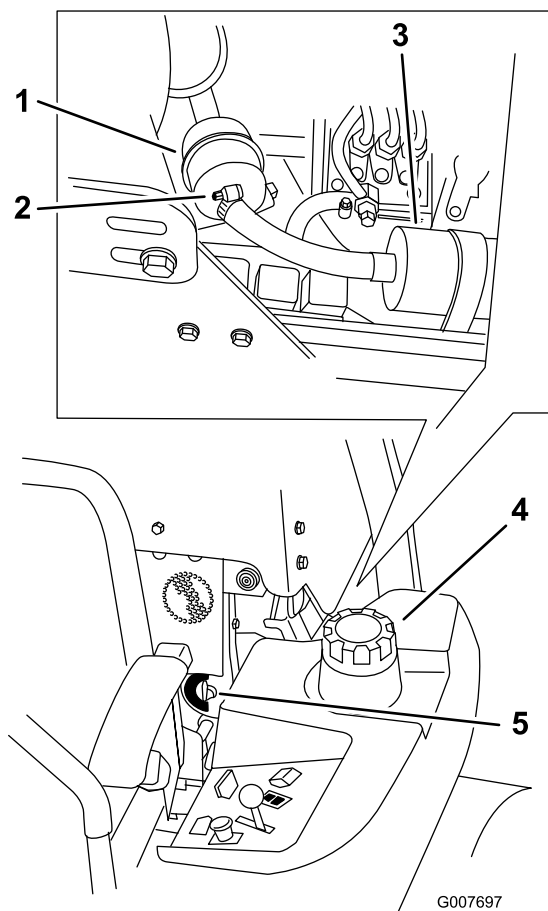

Figura 59
4. Cierre la válvula de cierre de combustible (Figura 59).
5. Afloje las 2 abrazaderas y desconecte los tubos de combustible del filtro de combustible (Figura 59).
6. Instale un filtro nuevo. Conecte los tubos de combustible al filtro de combustible e instale las dos abrazaderas (Figura 59).